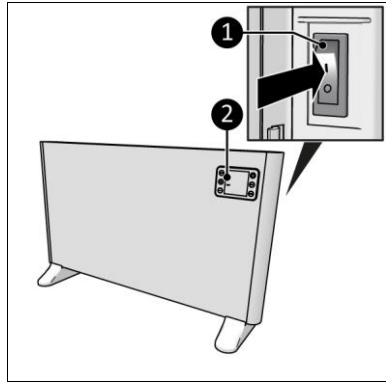

Abbildung 17
1. Stellen Sie den EIN/AUS-Schalter auf EIN (Abbildung 17, Pos. 1).
2. Das Display (Abbildung 17, Pos. 2) zeigt AUS an.